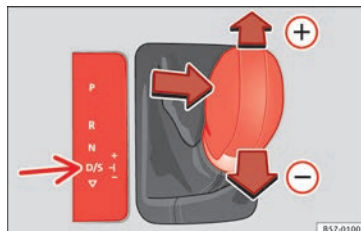

Fig. 199 Console centrale : Changer de vitesses en mode Tiptronic.
- Poussez le levier sélecteur vers l'avant (+) pour passer une vitesse supérieure » **fig. 199**.